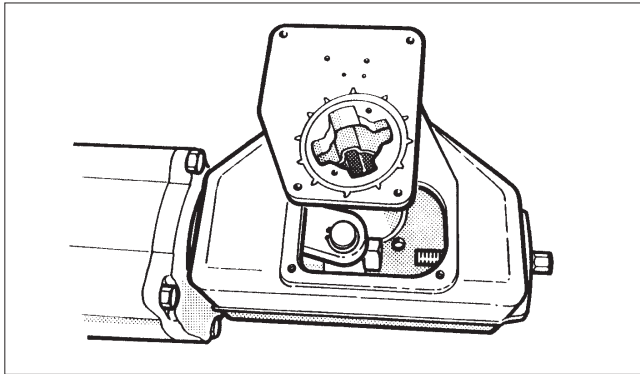

Fig. 14 Mise en place du capot-sécurité du carter
- Appliquer un enduit d'étanchéité, par exemple du Loctite 225, sur le filetage de la vis de l'unité de palier (29) et serrer la vis selon le Tableau 2.
- Fixer provisoirement le capot-sécurité du carter de façon que l'arbre secondaire tourne dans son palier, mais que le mécanisme reste visible (cf. Figure 14). Ne pas oublier les bagues antistatiques (3A et 4A).